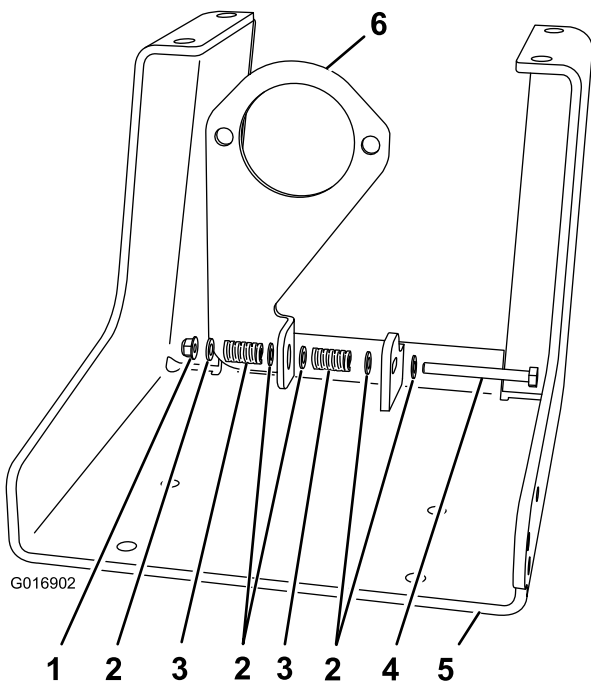

Figure 2
4. Glissez une rondelle sur le boulon amortisseur et insérez-les dans le trou du bloc antivibration sur le support de la pompe de pulvérisation (Figure 2).
5. Glissez les pièces suivantes sur le boulon amortisseur dans l'ordre suivant : une rondelle (réf. 3256-23), un ressort (réf. 110-5331) et une rondelle (réf. 3256-23) (Figure 2).
6. Insérez le boulon amortisseur (avec les pièces énumérées à l'étape 5) dans le trou de la plaque (Figure 2).
7. Glissez les pièces suivantes sur le boulon amortisseur dans l'ordre suivant : une rondelle (réf. 3256-23), un ressort (réf. 110-8331) et une rondelle (réf. 3256-23), et fixez-les avec un contre-écrou (réf. 104-8300) (Figure 2).